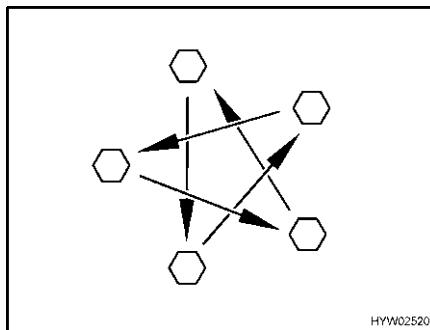

Fig. 266 Serrare a croce i dadi o i bulloni delle ruote
- Controllare regolarmente il serraggio dei dadi o dei bulloni. Regolare a croce (Fig. 266) il serraggio dei dadi o dei bulloni di una ruota sostituita dopo circa 50 km.
- ▷ Serrare a croce i dadi o i bulloni delle ruote (Fig. 266).